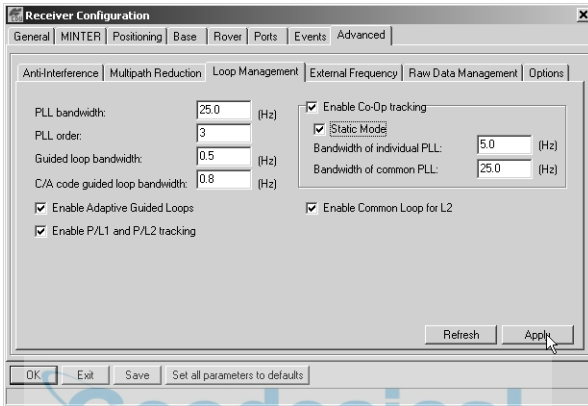

Figura 2-11. Configuración Avanzada – Loop Management
6. Haga clic en la pestaña **Loop Management** (Gestión de Bucle), habilite las siguientes casillas y haga clic en **Apply** (Figura 2-11).